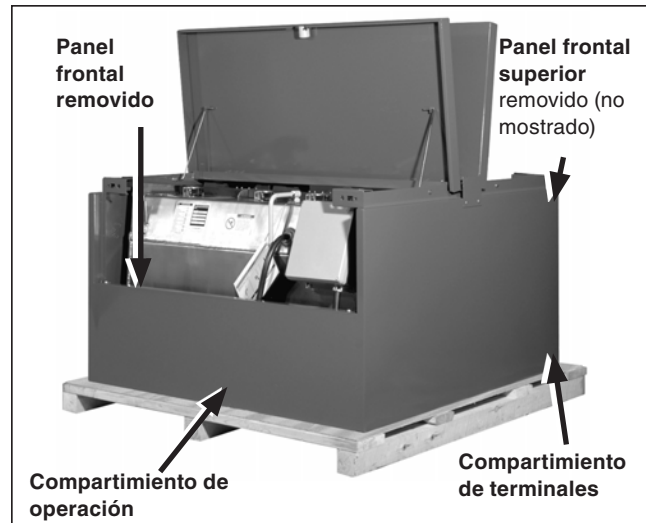

Figura 10. Remueva el panel frontal y el panel frontal superior.
PASO 3. Retire el panel de control del compartimento de operación y el panel de control superior del compartimento de la conexión de alta tensión al aflojar los sujetadores que afianzan los paneles en su lugar y al elevar los paneles. Coloque los paneles aparte en un lugar limpio y seguro. Ver Figura 10 en la página 12.